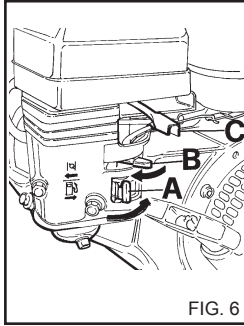

FIG. 6
1) Переведите рычаг подачи бензина в положение ON (рис. 6А).
2) Переведите рычаг запуска в положение Пуска (рис. 6В). Если двигатель разогрет, данная операция не нужна.
5) Как только двигатель запустится, переведите рычаг запуска (рис. 6В) обратно в начальное положение.
b) Переведите рычаг топливного насоса в положение OFF (рис. 6А).